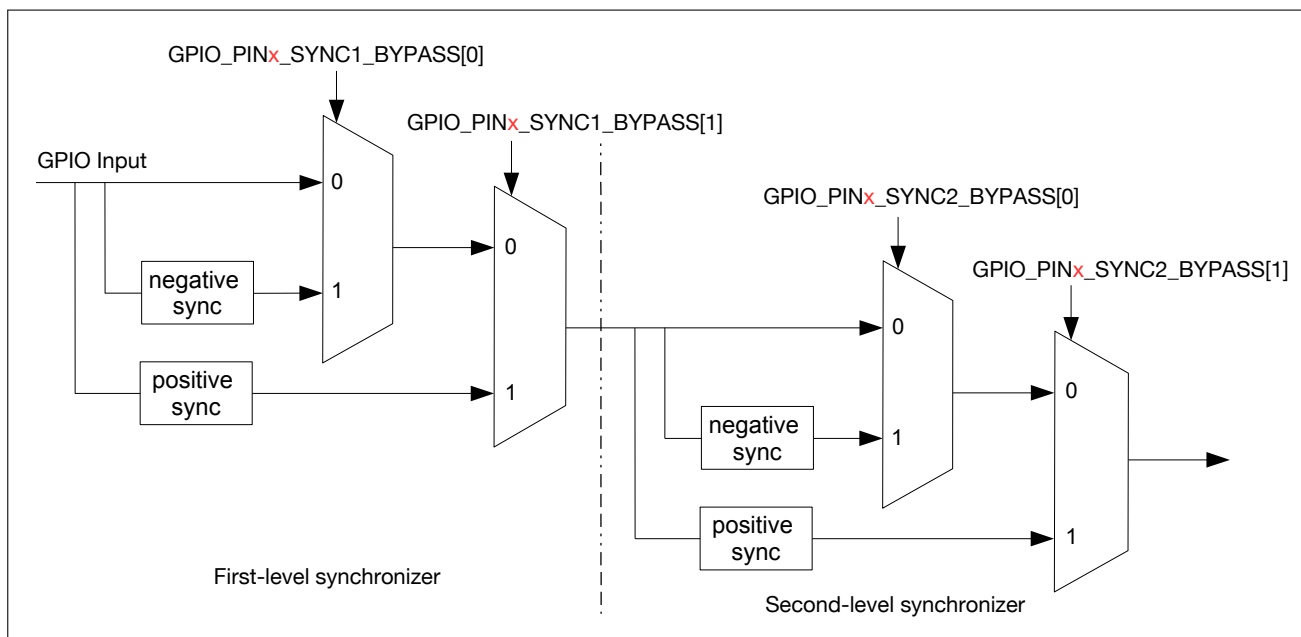

图 6-3. GPIO 输入经 IO MUX 运行时钟上升沿或下降沿同步
GPIO SYNC 模块的功能如图 6-3 所示。其中，negative sync 为 GPIO 输入经过 IO MUX 的运行时钟的下降沿同步，positive sync 为 GPIO 输入经过 IO MUX 的运行时钟上升沿同步。
- 如图 6-3 所示，配置 `GPIO_PIN x _SYNC1_BYPASS` 使能输入信号在第一级同步中为上升沿或下降沿同步。
- 如图 6-3 所示，配置 `GPIO_PIN x _SYNC2_BYPASS` 使能输入信号在第二级同步中为上升沿或下降沿同步。